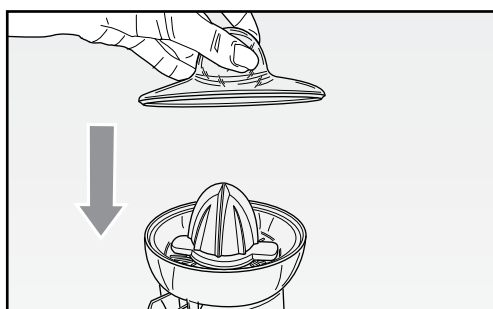

Fig. 7
Никогда не погружай корпус прибора и вилку с электрическим проводом в воду или другие жидкости. Конус, фильтр, ёмкость и крышку можно мыть в тёплой воде с мылом или на верхней полке посудомоечной машины. Собрать прибор и поместить крышку (A) сверху конусов (B-C) таким образом, чтобы блокирующий выступ оказался точно над двумя отметками, имеющимися на ёмкости (E) (Рис. 7).